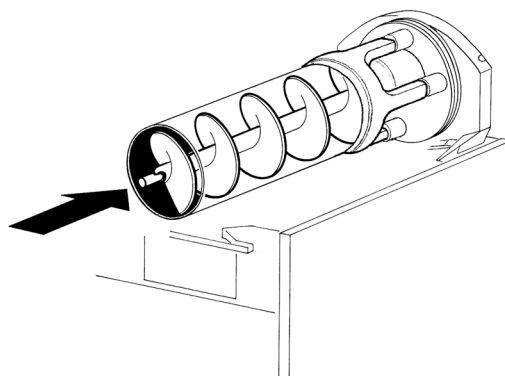

figura 13
2 - Lubricar el pistón grifo, el rascador interior (en los puntos A, B y C indicados en la figura 13) utilizando solamente la grasa suministrada por el fabricante u otro grasa para uso alimenticio.
- 5 - Enfilar el rascador interior en el evaporador. Poner atención a montar debidamente la junta posterior (ver figura 13).